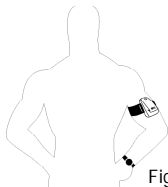

Fig. 3
- Passe o sensor e a fita sobre a mão e para a parte superior do braço. O relógio deve ser usado no mesmo braço. (Fig. 3)